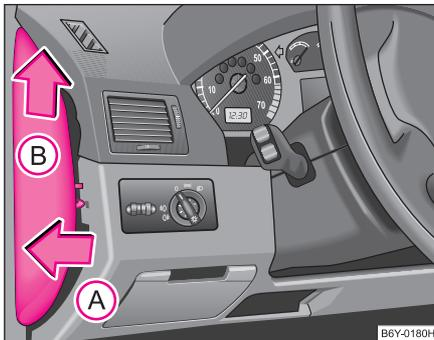

Abb. 163 Linke Seite der Schalttafel: Sicherungsdeckel
- Setzen Sie den Schraubendreher unter dem Sicherungsdeckel (am Ausschnitt in dem Sicherungsdeckel) an, hebeln Sie ihn vorsichtig in Pfeilrichtung (A) ab und nehmen ihn entgegen der Pfeilrichtung (B) heraus ⇒ Abb. 163.
- Schieben Sie den Sicherungsdeckel zuerst in die Schalttafel in Pfeilrichtung (B) und drücken dann den Sicherungsdeckel so entgegen der Pfeilrichtung (A), dass die Führungsnasen in den Öffnungen der Schalttafel einrasten.